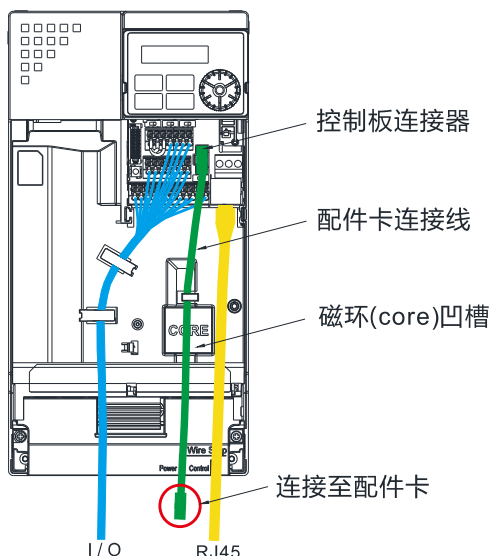

图 8-33
2. 组装连接线：将连接线一端的连接器与控制板连接器对接，连接方式请见章节 8-1 **通讯卡及电源卡连接线之接线说明** (表 8-2 及图 8-3)，如图 8-33 所示之方式进行理线并确认磁环 (core) 已放置于凹槽中。